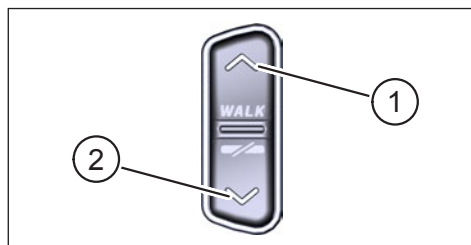

Fig. 2: Éléments de commande sur la Remote
Pos. dans Fig. 2	Description
- ▶ Maintenir la touche de commande sur Display (élément 5 Fig. 1) et la touche de commande BAS sur la Remote (élément 2 Fig. 2) enfoncées pendant au moins 5 secondes.
- Lorsque vous appuyez sur le bouton de commande BAS de la Remote (élément 2 Fig. 2)